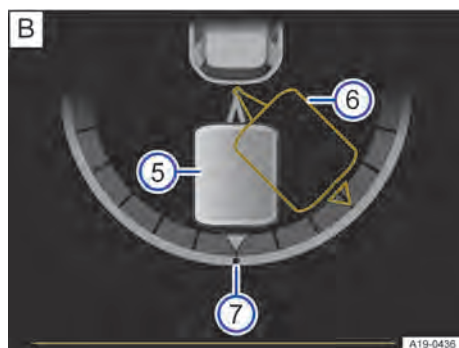

Fig. 173 No display do instrumento combinado: ajustar o ângulo do conjunto.
Legenda para → Fig. 173:
- Bascular o botão rotativo até atingir a direção desejada. No display do instrumento combinado, aparece uma representação do conjunto na posição atual para orientação → Fig. 173 .
- Se necessário, corrigir o ângulo com o botão rotativo → Fig. 173  ①.